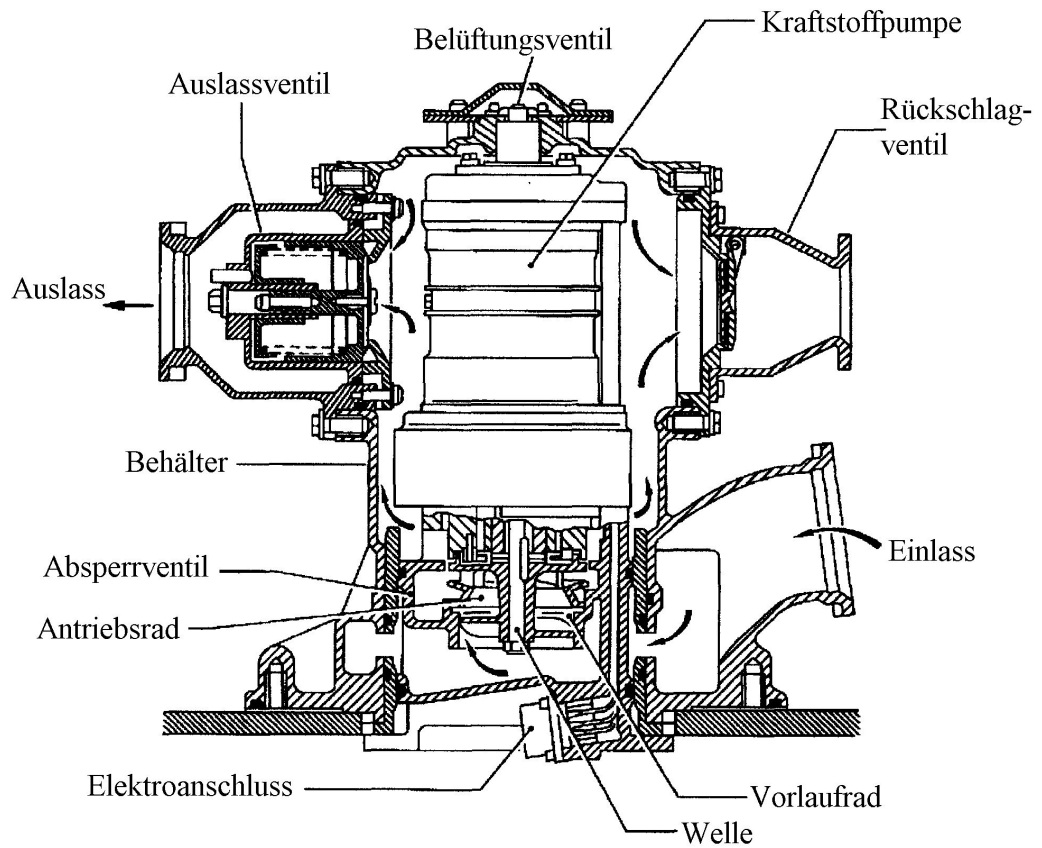

Bild 7.1 Kreiselpumpe (A321)
Die **Kreiselpumpe** (Bild 7.1) saugt Kraftstoff in die Mitte eines Zentrifugalgebläses und stößt ihn durch den Auslass hinaus. Ist die Pumpe nicht in Betrieb, so kann der Kraftstoff durch sie strömen und somit auf ein *Nebenstromventil* (bypass valve) verzichtet werden.
- Das Triebwerkversorgungssystem (*engine feed system*) bezieht den Kraftstoff aus den Flügeltanks und leitet ihn zu den Triebwerken. Zwei Hauptpumpen (Bild 7.1) befinden sich in jedem Flügeltank.